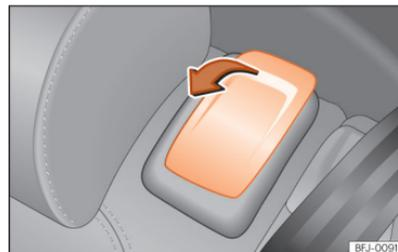

Fig. 101 Segunda fila de bancos: comandos da ajuda de acesso.
- Puxe o manípulo de desbloqueio no sentido da seta »» Fig. 101.
- Puxe o manípulo »» Fig. 101 e empurre o encosto do banco para atrás de forma a ficar em posição vertical. Todo o banco baixa »» △.